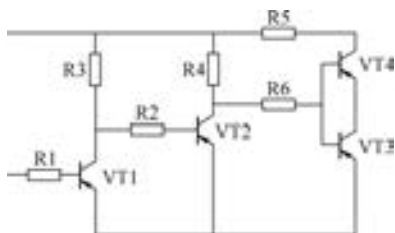

图 5-12 带属性块图例
【例 5-1】 创建带有属性的晶体管符号图块，并把它应用到如图 5-12 所示的图形中。
7) 在绘图窗口中绘制图 5-12 所示晶体管插入前底图及插入位置，如图 5-13b 所示。
最后经修剪与删除等图形编辑操作，完成图 5-12 所示图形。